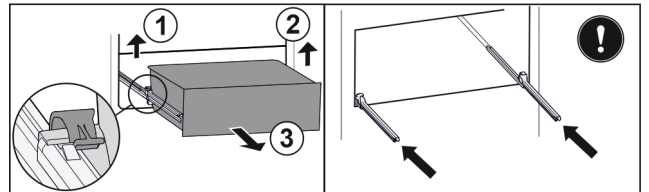

Fig. 134
- ▶ Linke Klemme anheben und gleichzeitig Schubfach links nach vorne ziehen. Fig. 134 (1)
- ▶ Rechte Klemme anheben und gleichzeitig Schubfach rechts nach vorne ziehen. Fig. 134 (2)
- ▶ Schubfach nach vorne entnehmen. Fig. 134 (3)